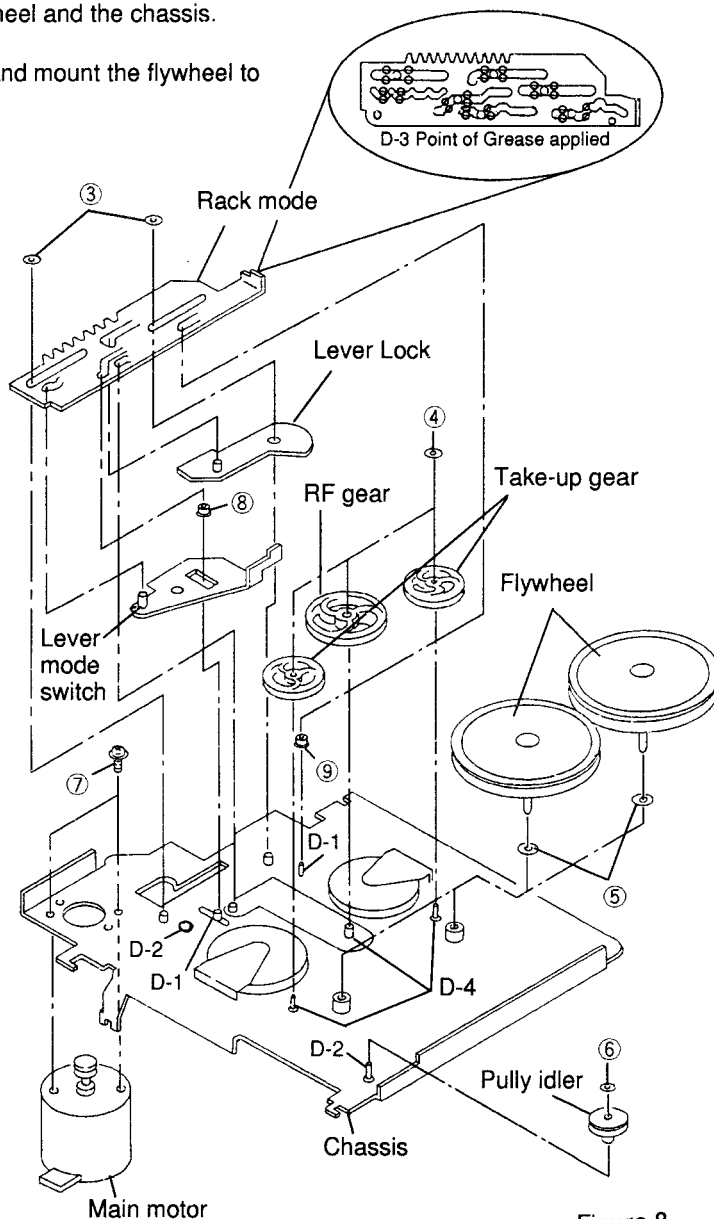

Figure 8
(2) Remove two screws ⑦, and remove the main motor as shown in Figure 8.
(3) Mount the new motor following the removal steps in the reverse order.
(2) 2本のネジ⑦を外し、メインモーターを外します。(図8参照)
(3) 良品のメインモーターを取り外し方法の逆の手順で組み立てます。
② ワイヤーフラットは損傷し易いので取扱いには十分注意すること。
③ 2本のネジは2kgcmのトルクで締め付けること。
(1) After removing the belt, pull out the two flywheels. Take care not to loose the polyslider washer ⑤ located between the flywheel and the chassis. (Refer to Figure 8)
(2) Fix the polyslider washer to the new flywheel and mount the flywheel to chassis.
(1) ベルトを外した後、2個のフライホイールを引き抜きます。この時フライホイールとシャシーの間にそれぞれ1個のポリスライダワッシャー⑤がありますので紛失しない様に注意して下さい。(図8参照)
(2) 良品のフライホイールにポリスライダワッシャーを取り付け、シャシーに取り付けます。
(1) Remove M1.7 lock washer ③, and remove the rack mode as shown in Figure 8.
(2) Apply the molykote G paste to the section D-3, and mount the rack mode following the removal steps in the reverse order. (Refer to Figure 8)
② Do not reuse the used lock washer for remounting.
③ Take care to avoid damage by piercing and tearing.
(1) 2個のロックワッシャー③ (M1.7) を外し、シャシーより引き抜き、ラックモードを外します。(図8参照)
(2) 良品のラックモードのD-3部分にモリコートGペーストを塗布し、取り外しの逆の手順で取り付けます。
- (1) After removing the rack mode, remove the lever lock and lever mode switch. (Refer to Figure 8)
- (2) Pull it up from the stud and remove the two roller mode ⑧, ⑨ as shown in Figure 8.
- (3) Apply the molykote G paste to the section D-1, the grease (PG-671) to the section D-2 and mount the roller mode/lever mode switch/lever lock following the removal steps in the reverse order.
- (1) ラックモードを外した後、レバーロック、レバーモードスイッチの順に引き抜きます。(図8参照)
- (2) 2個のローラーモード⑧、⑨をスタートより引き抜きます。(図8参照)
- (3) D-1 部分にモリコートGペースト、D-2 部分にグリス (PG-671) を塗布し、取り外し方の逆の手順で取り付けます。
- (1) Remove M1.2 lock washer ④, pull it up from the stud and remove the gear as shown in Figure 8.
- (2) Mount it, following the removal steps in the reverse order.
- (1) ロックワッシャー④ (M1.2) を外し、スタートより引き抜きギアを外します。(図8参照)
- (2) 取り外し方の逆の手順で取り付けます。
- (1) 2個のロックワッシャー④ (M1.2) を外し、スタートより引き抜きギアを外します。(図8参照)